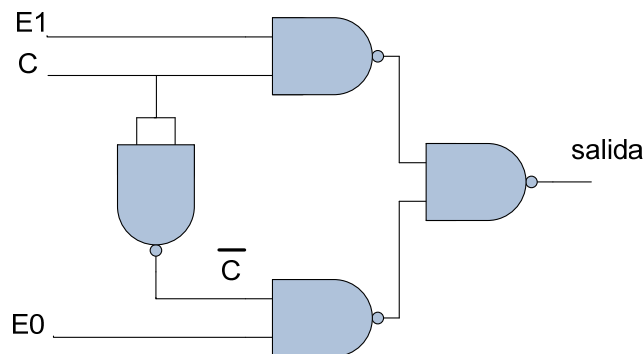
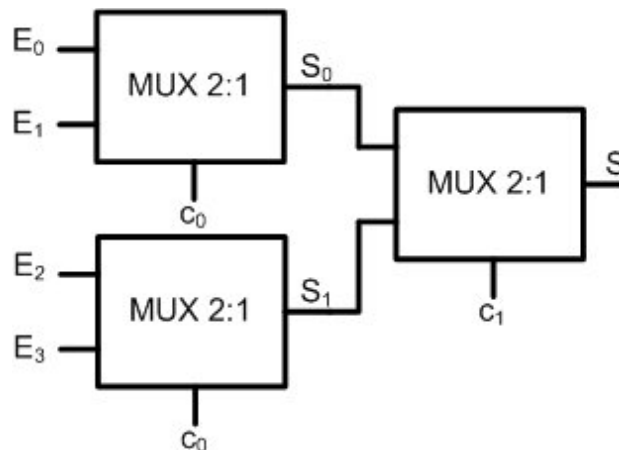

Figura 1. Multiplexor 2:1 construido con puertas NAND de dos entradas
Figura 4. Multiplexor 4:1 construido con multiplexores 2:1
En esta parte de la tarea se implementará un multiplexor 2:1 utilizando cuatro puertas lógicas NAND y siguiendo el esquema lógico representado en la figura 1.
En este apartado se construirá un multiplexor 4:1, partiendo de módulos 2:1, contruidos con puertas NAND y representados en la figura 1. En la figura 4, se representa un diagrama de bloques del multiplexor 4:1, construido con módulos elementales.
1. Se realizará la representación lógica del sistema mostrado en la figura 4, utilizando los símbolos de las puertas lógicas, partiendo del esquema lógico de la figura 1. Se deberán utilizar **OBLIGATORIAMENTE** las señales de entrada y de control con los mismos pesos que en el diagrama anterior (figura 4), debiendo incluir en la memoria de la práctica las ecuaciones de las salidas S₀, S₁ y S, considerando dichos pesos.
2. Sobre el esquema de conexiones del sistema con los símbolos de las puertas lógicas NAND que se utilizan en la implementación, especifique todas las señales del multiplexor 4:1. Etiquete las entradas y salidas con las variables del sistema, considerando **los pesos de las variables, de acuerdo al diagrama de bloques de la figura 4 del guión de la Tarea de Simulación.**
NOTA: Considérense los pesos de las variables, según la figura 4 del guión de la tarea de simulación.